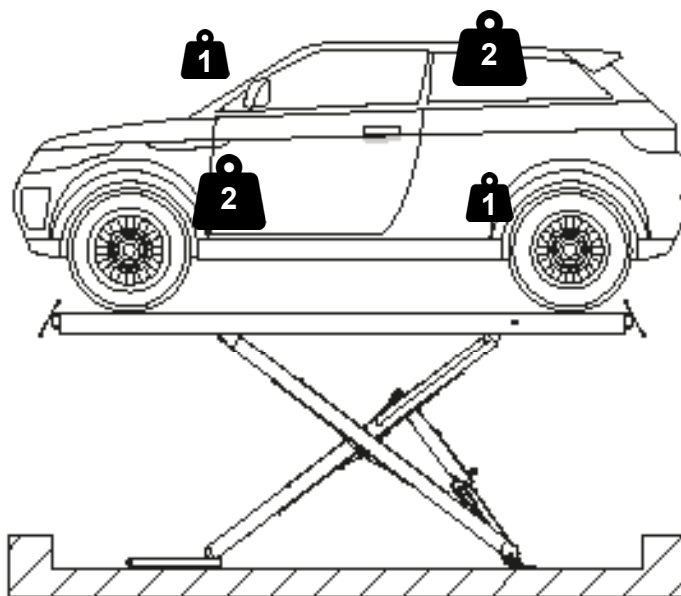

Fig. 1
- 1:2 / 2:1 (réversible) (Fig. 1).